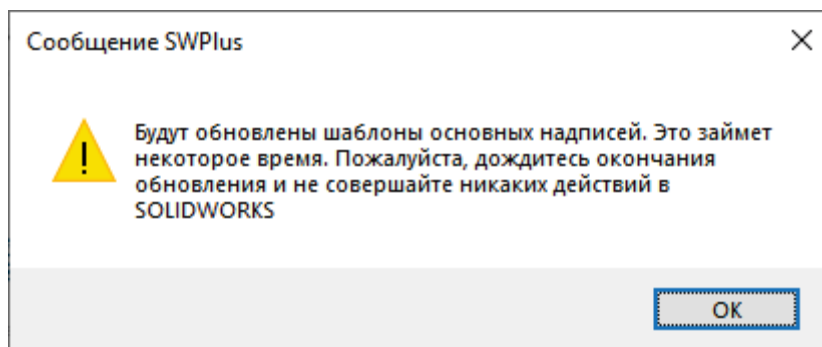

Рис. 4 – Предупреждение об обновлении шаблонов основных надписей
5. Если Вы выбрали **Да** и параметры шрифта в шаблоне не совпадают с параметрами шрифта в основных надписях, то появится предупреждение, что шаблоны основных надписей будут обновлены (рис. 4).